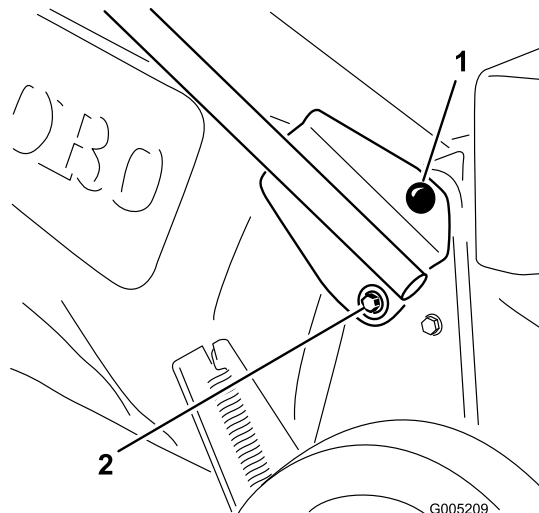

Bild 3
3. Drehen Sie den Griff wieder ein die Betriebsstellung und setzen Sie die Befestigungen ein, wie in (Bild 3) dargestellt.